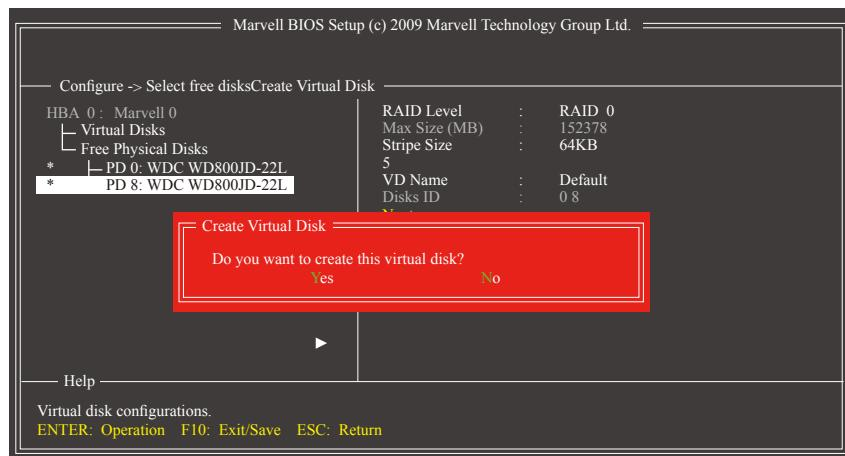

图5
6. Next：完成以上设置请至「Next」项目，按 $<Enter>$ 键，确认建立磁盘阵列。当确认信息出现时，确定制作磁盘阵列请按 $<Y>$ ，取消请按 $<N>$ (图5)。